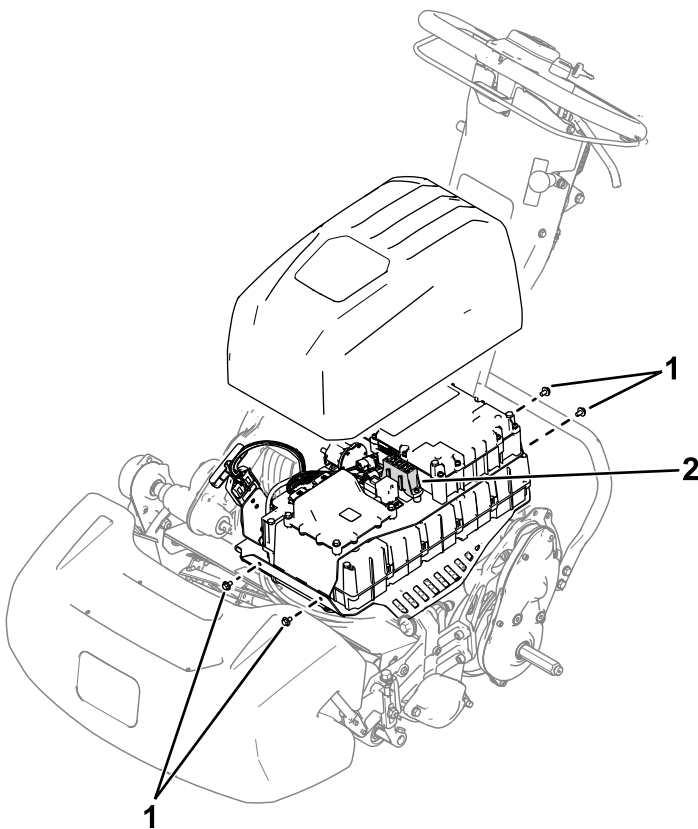

图 26
2. 拧掉固定电池组盖的 4 个螺丝图 26 然后取下盖子。